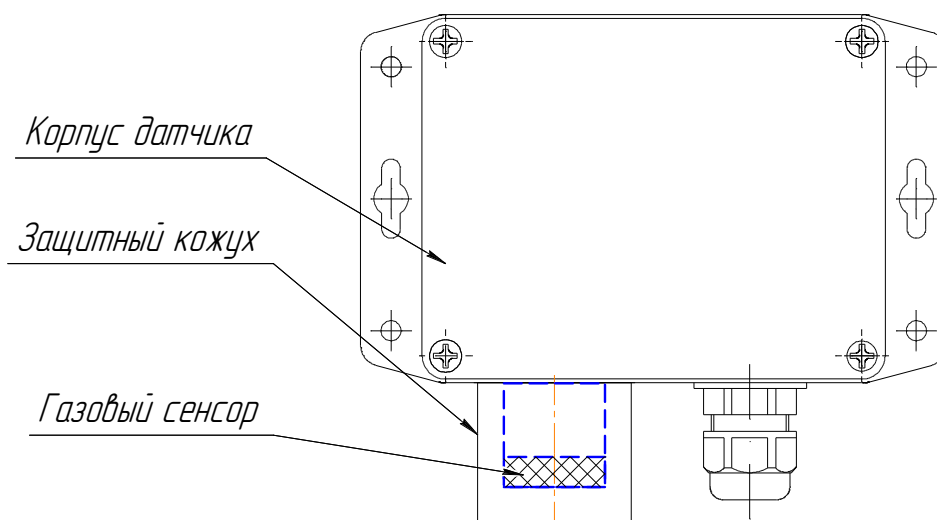

Рисунок 1
- 1) открутите, по часовой стрелке защитный кожух газового сенсора (см. рисунок 1)